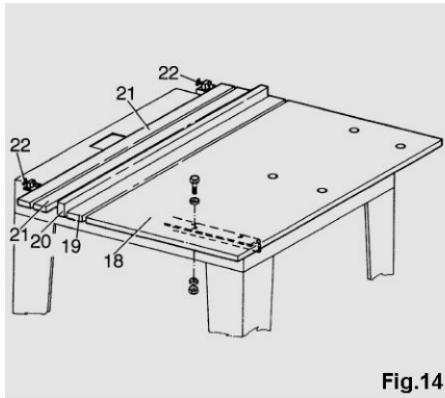

Fig.14
- 3) Cerrar bien todos los tornillos de las escuadras y efectuar el bloqueo del plano. Posicionar el plano de madera (18) según aparece en la fig. 14 y sujetarlo con los tornillos las arandelas y tuercas indicadas. Al fin, montar las partes siguientes en el orden indicado:
- la varilla delantera (19);
- la varilla de tope (20);
- las dos varillas (21), posteriormente a la varilla de tope;
- bloquear en fin todo a la mesa de trabajo, mediante las tuercas de mariposa (22).